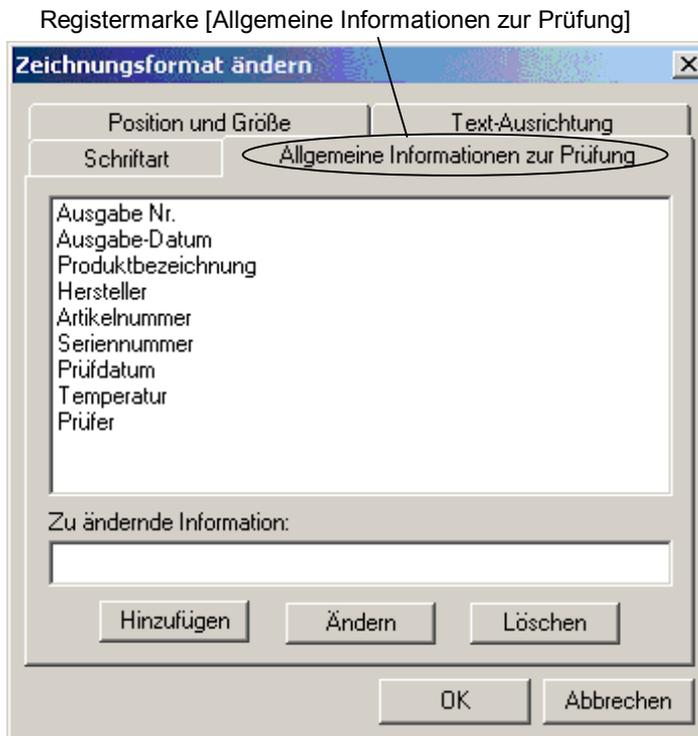

Abb. 7-1-10 [Allgemeine Informationen zur Prüfung]
- Die Seite [Allgemeine Angaben zur Prüfung] wird geöffnet (siehe Abb. 7-1-10).
- Die Seite [Allgemeine Angaben zur Prüfung] wird angezeigt (siehe Abb. 7-1-10).